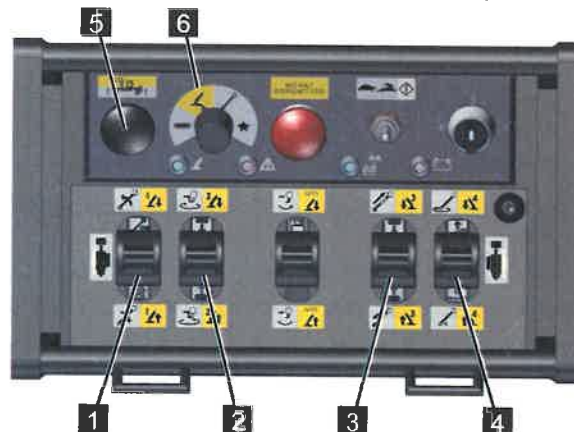

Abb. 115
4. Den Funktionswahlschalter auf [Stützenfunktion] (gelb) (Abb.115/5) stellen.
5. Den Kollisionstaster (Abb.115/5) gedrückt halten.
6. Mit den Steuerhebeln (Abb.115/1, 2, 3 und 4) die gewünschte(n) Stütze(n) gemäß nachfolgender Tabelle bedienen.